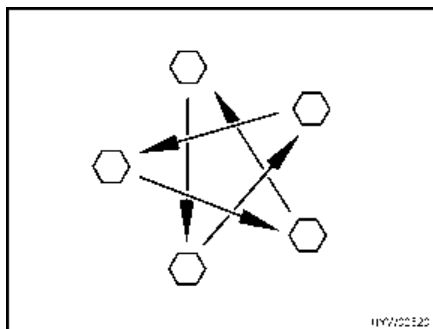

Fig. 194 Apretar las tuercas o los tornillos de las ruedas en forma de cruz
- Comprobar periódicamente que las tuercas o tornillos de las ruedas estén firmemente apretados. Reajustar en forma de cruz (Fig. 194) las tuercas o tornillos después de cambiar una rueda, al cabo de 50 km. Par de apriete, véase apartado 14.5.2.
- ▷ Apretar en forma de cruz las tuercas o los tornillos de las ruedas (Fig. 194).